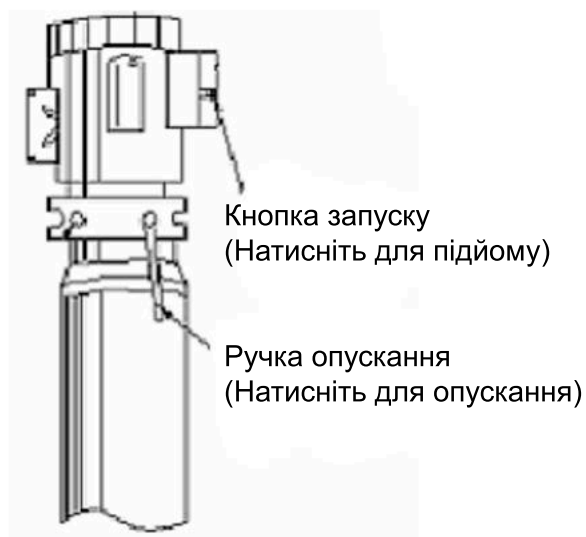

рис. 4
- Натисніть кнопку UP на електричному блоці керування (рис. 4), повільно підніміть автомобіль, щоб переконатися у правильному балансуванні навантаження, після чого підніміть його на потрібну висоту.
- Потягніть ручку запобіжного замка, потім натисніть ручку опускання (рис. 4) — каретки почнуть опускатися.